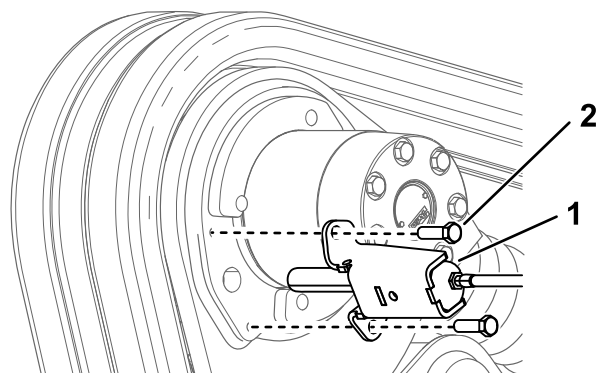

Figure 10
- E. Fixez la patte de montage de frein au support de moteur, le côté ouvert face au moteur de chenille, à l'aide des 2 boulons retirés précédemment (Figure 10).